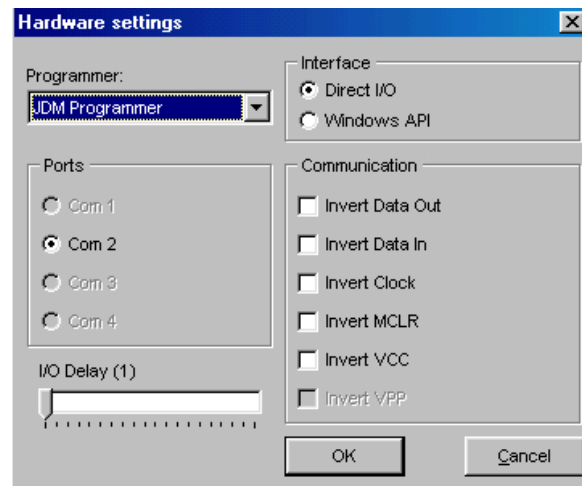

Fig. 15
- **Setting >Hardware**. Impostare Programmer su JDM, la Porta seriale (Com1 o Com 2) e fissare I/O delay al minimo (1 -2), come in Fig. 15. Se si hanno problemi aumentare I/O delay. In ambiente Win 2000-NT usare Windows API.